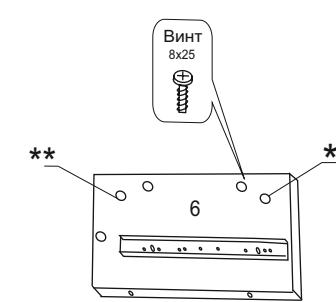

Рис.3
Далее собранную конструкцию присоединить к тумбам через сквозные отверстия в перегородках (рис.3) с помощью винтов 8x25 (№1), вставив винт в фурнитуру, установленную заранее (на производстве) в боковины тумб.
2. Каждая направляющая состоит из двух съёмных, зафиксированных частей. Потому возьмите и отодвиньте ножку фиксатора вниз и аккуратно вытащите съёмную часть направляющей.(рис.3а).
3. Теперь у нас каждая направляющая состоит из двух съёмных частей (рис.3б). Съёмные части №1 крепятся к боковине ящика, а части №2 к боковине ниши, где будет ящик. Съёмная часть направляющей №1 крепится к боковой стенке ящика.
7. Теперь как установить шариковые направляющие к боковине ниши. Передняя часть направляющей должна быть на одном уровне с краем боковины ниши, на которую крепится направляющая (рис.3в).
рис.3а
рис.3б
рис.3в